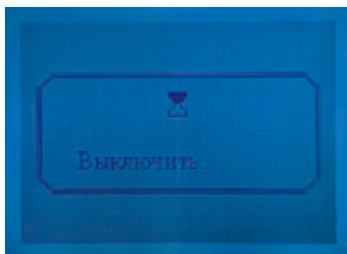

Рисунок 10 - Выключение HardGas X6.
3.4.2 Для выключения прибора необходимо в «основном режиме измерения» нажать и удерживать кнопку  в течение 3 секунд. На экране появиться надпись «Выключение» и индикатор загрузки (рисунок 10). Не отпускайте кнопку , пока прибор не выключиться.